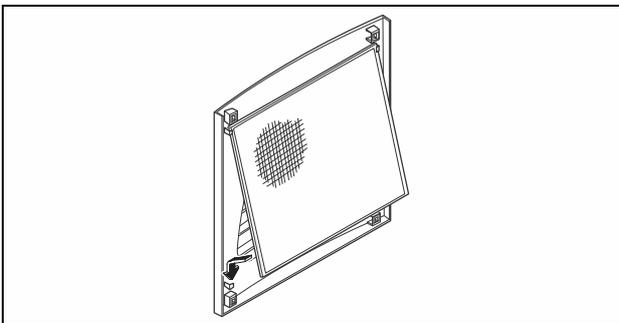

Fig. 30 : Installer la cartouche filtrante
- Poser la cartouche filtrante dans la grille à lamelles (voir fig. 30) et remettre la en place en exerçant une simple pression sur les clips de fixation.